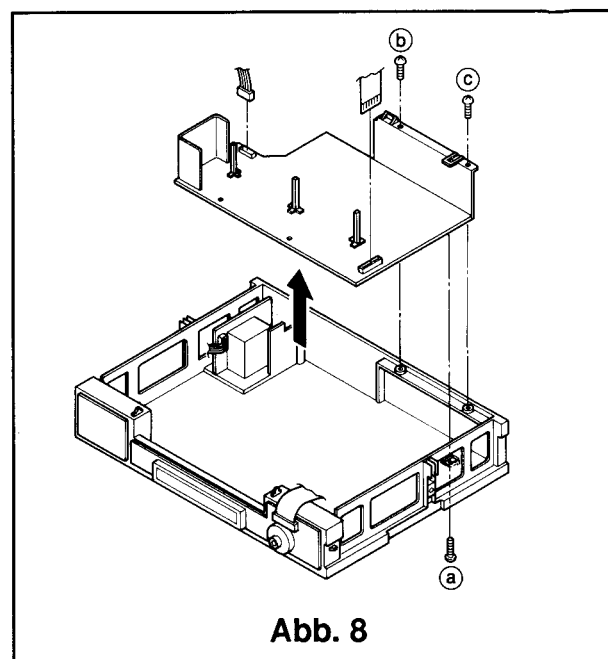

Abb. 8
- ④ Die Hauptplatine (PCB-MAIN) kann wie folgt ausgebaut werden. Die Mechanik wie beschrieben ausbauen. (Siehe Artikel 4 Zerlegen). Die Befestigungsschraube (a) von der Bodenplatte und die zwei Schrauben (b, c) am Antennenanschluß entfernen. (Siehe Abb.8) Die Platine (PCB-MAIN) kann jetzt herausgenommen werden.